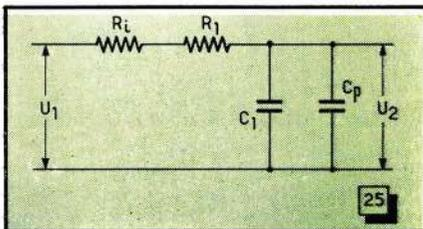

Fig. 25. — Schéma équivalent d'un circuit intégrateur réel, compte tenu des différents éléments « parasites ».
6. — Dans le cas d'une cellule « intégrante », les éléments parasites tels que R_1 et C_p (fig. 25) agissent beaucoup moins, car, R_1 se trouve en série avec R_i , tandis que C_p , toujours beaucoup plus faible que C_1 , se place en